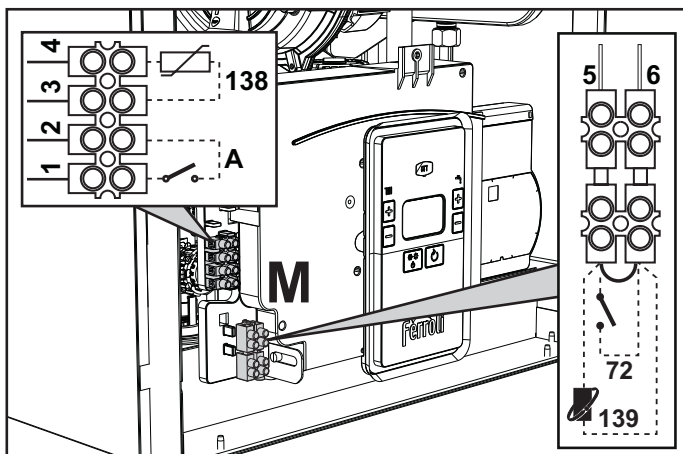
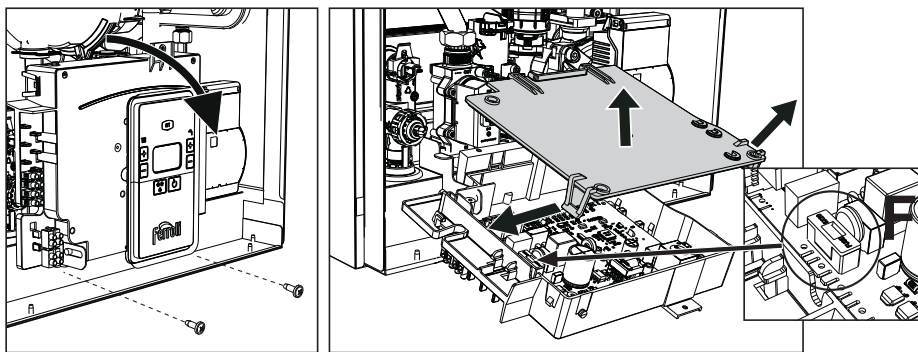

fig. 18
fig. 19
Tras quitar el panel frontal (*** "Apertura del panel frontal" en la página 78 ***), es posible acceder a las regletas de conexión (M) y al fusible (F) según las indicaciones siguientes (fig. 18 e fig. 19). **Los bornes indicados en la fig. 18 deben tener contactos secos (no 230V).** La posición de los bornes para las diferentes conexiones también se ilustra en el esquema eléctrico de la fig. 45.
Configuración del interruptor ON/OFF (A, fig. 19)